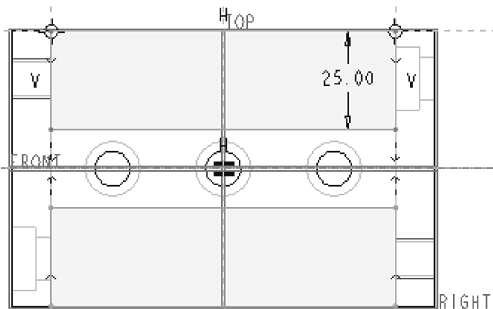
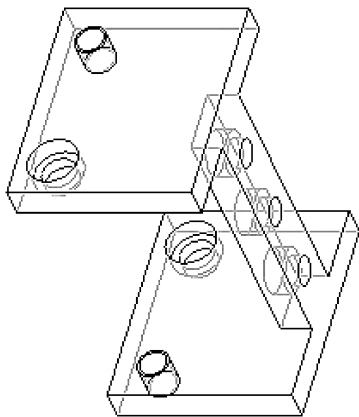

图 6-123 草绘图形
图 6-124 移除竖板两侧多余材料
(1) 移除竖板两侧多余材料。单击【拉伸】命令，点选 RIGHT 面为草绘平面，绘制草绘图形，如图 6-123 所示。在拉伸操控面板中指定拉伸厚度为 10.00，选择适合的拉伸方向，点选【移除材料】命令，单击完成拉伸，如图 6-124 所示。